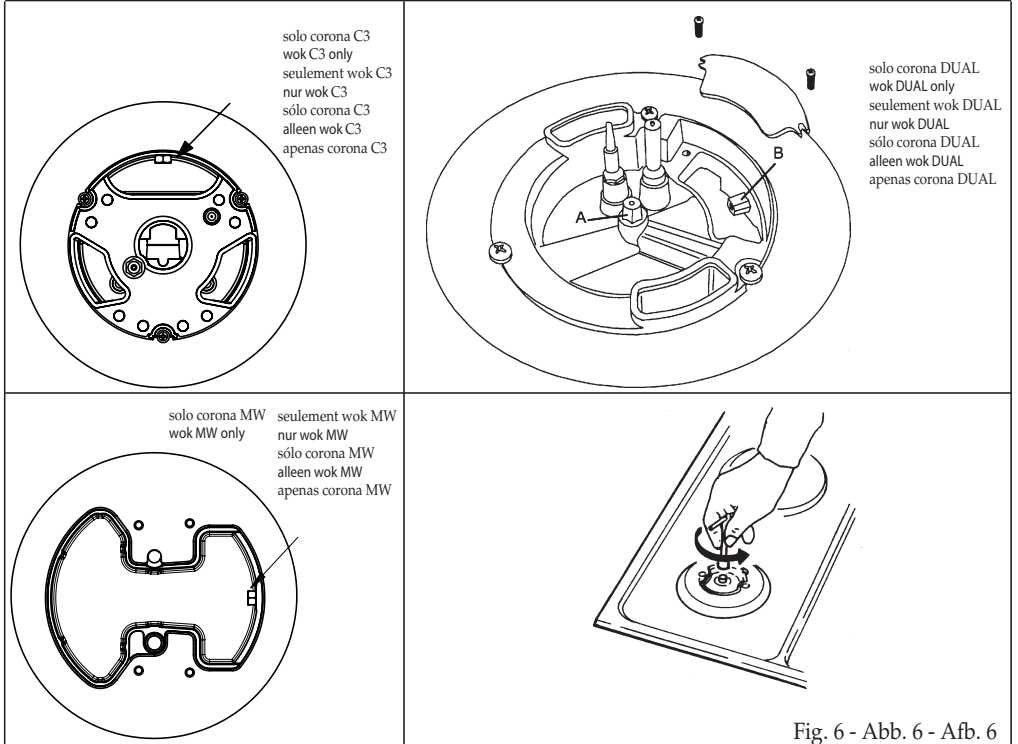

Fig. 6 - Abb. 6 - Afb. 6
- à la substitution des injecteurs (Fig.6) avec ceux correspondants au type de gaz qu'il faut utiliser (voir tableau "Caractéristiques utilisateurs").
- die Düsen (s. Abb. 6) mit den für den vorhandenen Gastyp bestimmten Düsen (siehe Tab. "Technische Daten") ersetzen;
- la sustitución de los inyectores (Fig.6) con los correspondientes al tipo de gas a utilizar (véase tabla "Características utilizadores").
- de injectoren (Afb.6) te vervangen door degene die corresponderen met het te gebruiken gas (zie de tabel "Karakteristieken verbruikers").
- substitua os bicos (Fig.6) com outros próprios ao tipo de gás que utilizar (veja a tabela relativa às "Características das peças a utilizar";